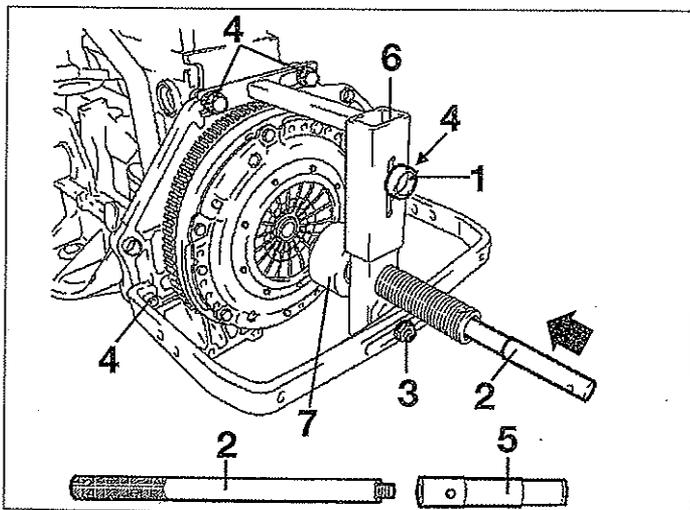

FIG. 1
- Utilizar el útil (6) KM-6263 para desatornillar los tornillos de fijación del mecanismo de embrague para preservar las láminas del mecanismo (fig. 1).
- Colocar los 4 tornillos de fijación (4) del útil en el cárter motor sin apretarlos.
- Colocar el centrador (5) KM-6263-22 en el eje guía (2) KM-6223-30.
- Colocar el eje guía (2) equipado con el centrador (5) en el útil (6).
- Apretar los tornillos (1) y (3).
- Apretar los 4 tornillos de fijación (4) del útil en el bloque motor.
- Girar el empujador (7) en el sentido horario en las láminas del mecanismo hasta el tope.